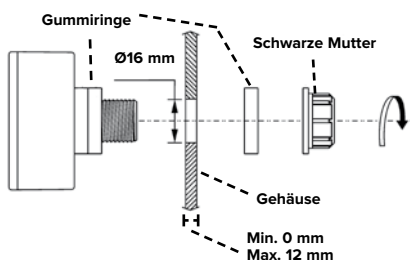

Abb. 1
- Setzen Sie den Außenring auf und ziehen Sie die schwarze Mutter auf dem Schaft fest (Abb. 1). Falls erforderlich, können Sie etwas Vaseline verwenden, um das Festziehen zu erleichtern.